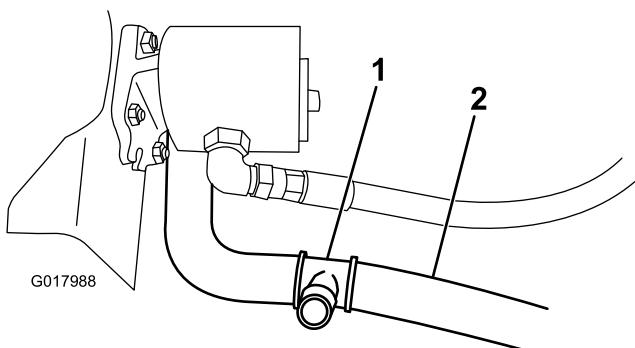

Figura 11
2. Tagliate il flessibile del radiatore inferiore a circa 9 cm dalla linea centrale del flessile sulla piega di 90 gradi (Figura 11).
3. Collegate il raccordo a T a ogni estremità appena tagliata del tubo del radiatore inferiore con 2 fascette stringitubo grandi (Figura 11).